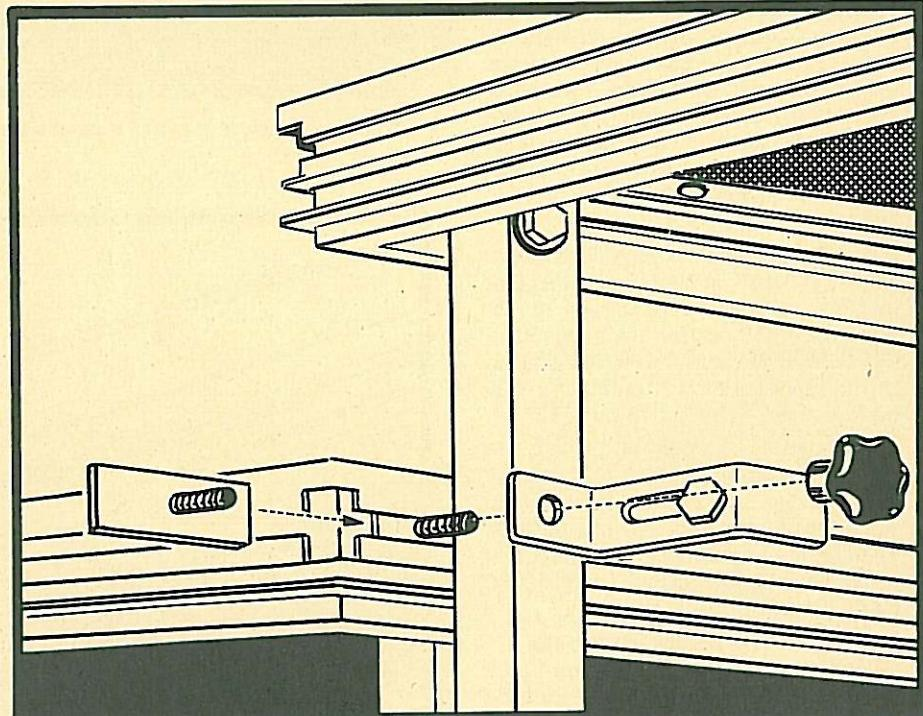

Bild Nr. 14 / Picture No. 14 / Illustration No. 14
**Montage von höhenversetzten Bühnenelementen:** 2 Stück Gewindeschlitten 19200 (M 6x 20) in die Führung des niedrigeren Elementrahmens einschieben bis an das Fußgestell des höheren Bühnenelements. Kupplungswinkel 19001 aufstecken und mit Kunststoffhandrad 19220 (M 6) verschrauben. Der Kupplungswinkel ist wegen der Verwendbarkeit für andere Bühnentypen verstellbar gestaltet. (Bild Nr. 14)